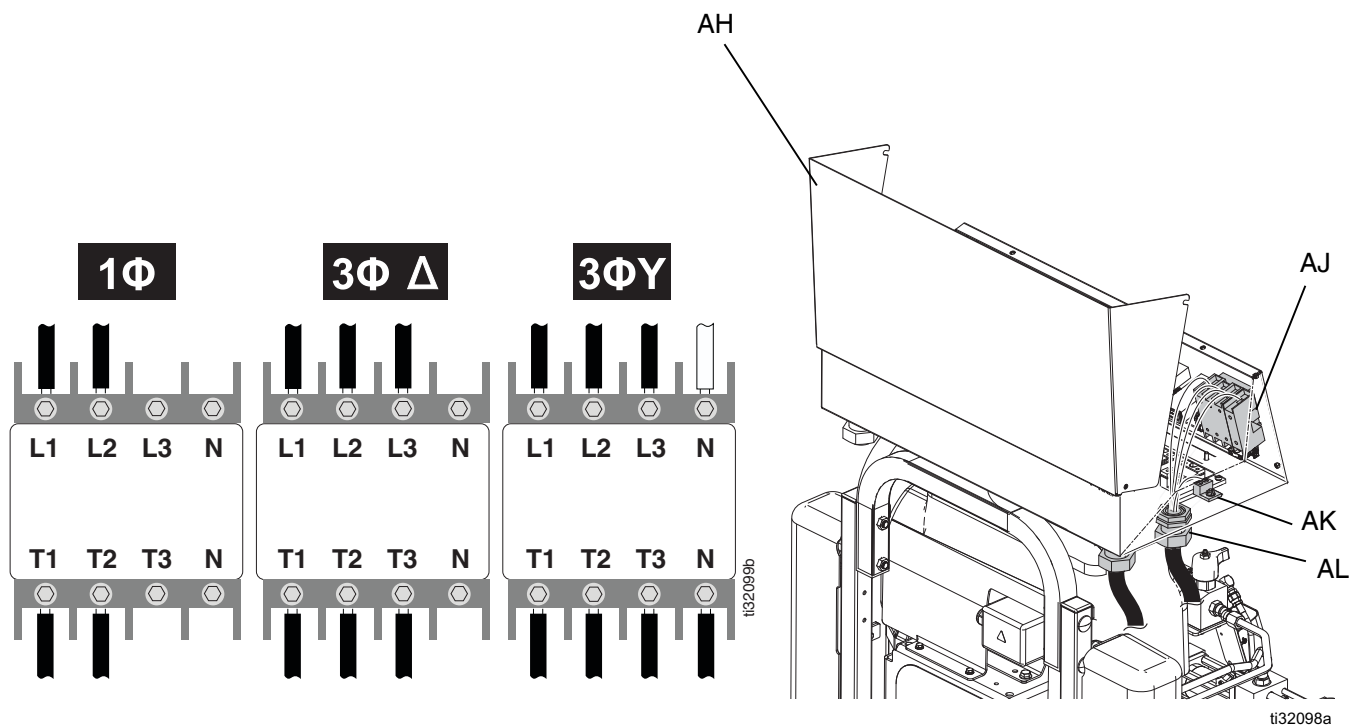

FIG. 8: Conecte los cables de alimentación de entrada
2. Apague el interruptor principal de desconexión (CE).
3. Abra la puerta del armario eléctrico (AH) aflojando los pernos (BH) y levantando hacia arriba la puerta. Vea la FIG. 8.
4. Enrute el cable de alimentación por el prensacables de entrada (AL) del armario eléctrico (C). Apriete el prensacables (AL). Vea la FIG. 8.
5. Conecte los cables de alimentación de entrada a los terminales de desconexión principales (AJ) y a la lengüeta de conexión a tierra principal (AK) como se observa en la FIG. 8. Apriete a un par de 6,2 N•m (55 lb-pulg.). Tire suavemente de todas las conexiones para verificar que estén bien sujetas.
- a. **230 V, monofásico:** Usando una llave Allen hexagonal de 5/32 o 4 mm, conecte los dos cables de potencia a L1 y L2. Conecte el cable verde a la lengüeta de conexión a tierra (AK).
- b. **230 V, trifásico:** usando una llave Allen hexagonal de 5/32 o 4 mm, conecte los dos cables de potencia a L1, L2 y L3. Conecte el cable verde a la lengüeta de conexión a tierra (AK).
- c. **400 V, trifásico:** usando una llave Allen hexagonal de 5/32 o 4 mm, conecte los dos cables de potencia a L1, L2 y L3. Conecte el cable neutro a N. Conecte el cable verde a la lengüeta de conexión a tierra (AK).
6. Compruebe que todos los elementos estén bien conectados como se muestra en la FIG. 8. Cierre la puerta del armario eléctrico (AH) y apriete los pernos (BH).